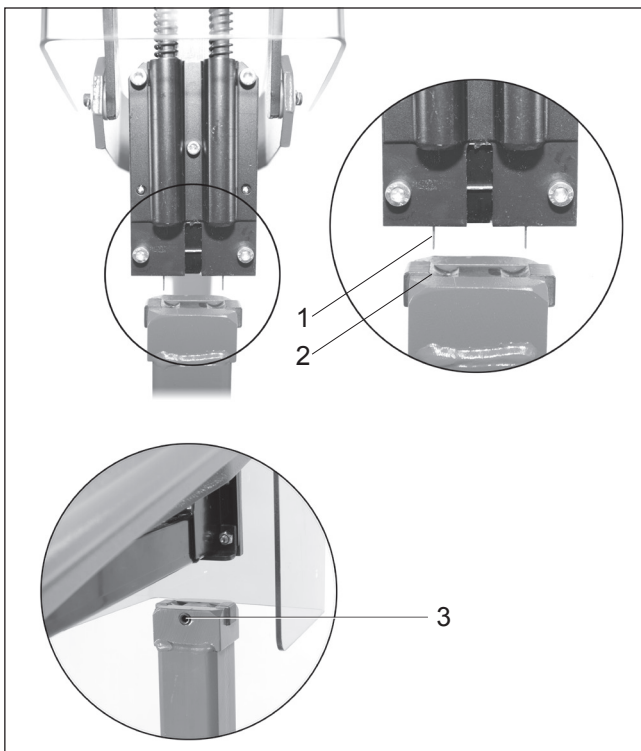

Fig. 14
- Tryck ned häfthuvudet (Fig. 14/1) manuellt, tills en klammer visas i drivarstyrningen eller placera en för hand in i styrningen.
- Tryck häfthuvudet manuellt tills klammern når städet. (Fig. 14/2) klammern skall träffa städsåålarna symmetriskt.
- Om städet behöver justeras, lossa skruven (Fig. 14/3) och centrera städet så att klammer träffar såålarna symmetriskt. Drag åt låsskruven efter justeringen.